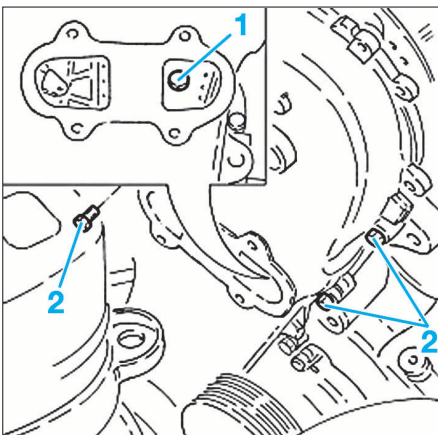

FIG. 22
- les 3 vis supérieures (2) du carter de distribution sur la culasse (Fig.22).
- la vis (1) du patin fixe de chaîne de distribution depuis la trappe de visite.